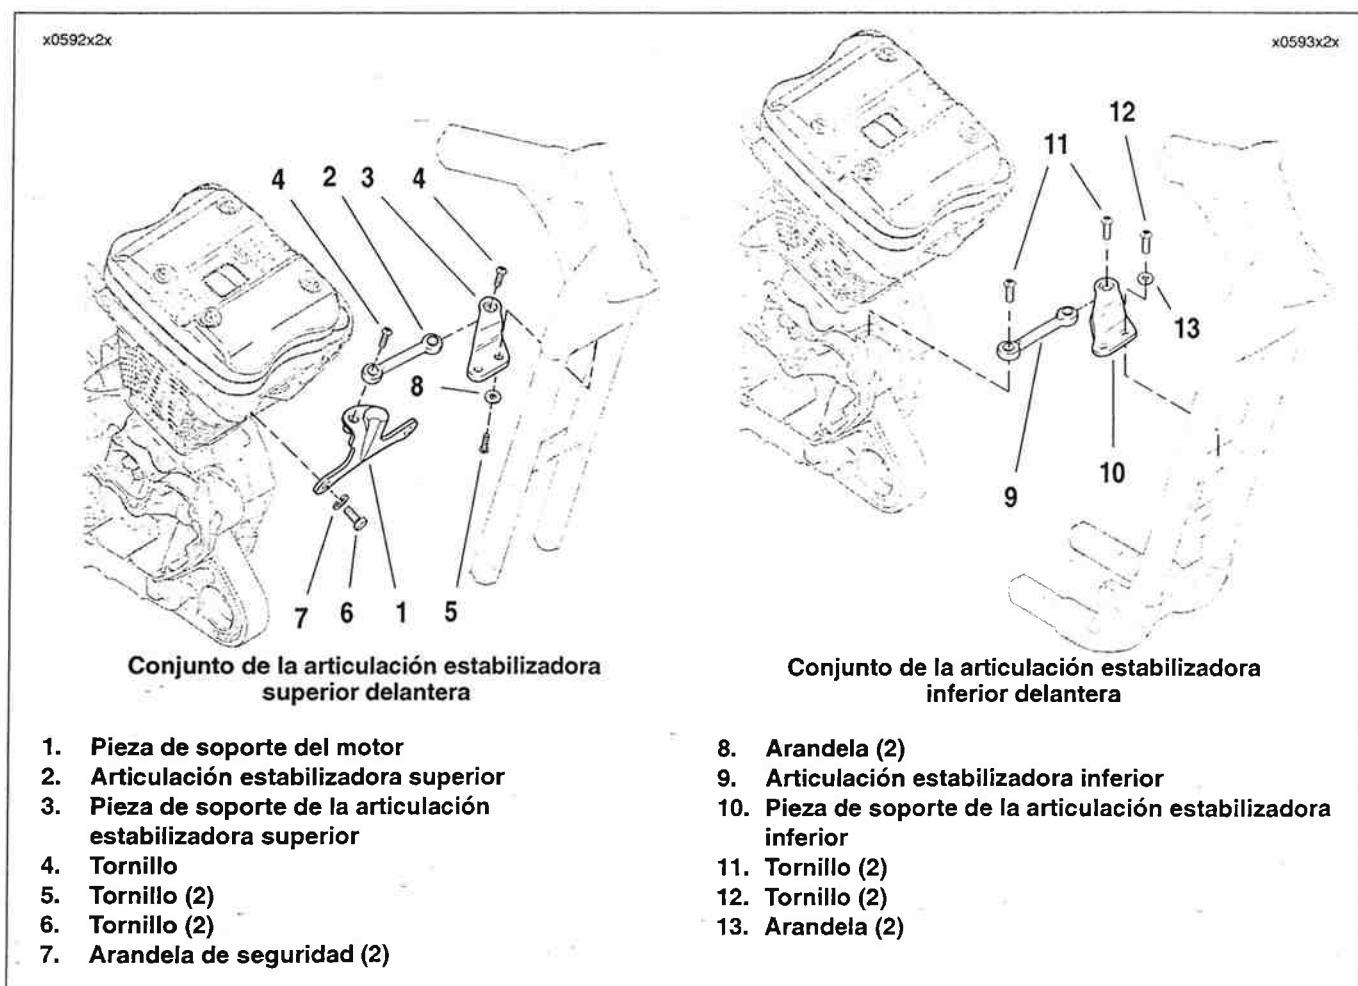

Figura 3-9. Conjuntos de la articulación estabilizadora delantera
25. Vea la Figura 3-9. Quite la articulación estabilizadora superior delantera y la pieza de soporte:
- a. Quite el tornillo (4) que asegura la articulación estabilizadora (2) a la pieza de soporte del motor (1).
- b. Quite los tornillos (5), arandelas (8) y pieza de soporte de la estructura (3) con la articulación estabilizadora.
- a. Quite el tornillo (11) que asegura la articulación estabilizadora (9) al saliente del cárter del motor.
- b. Quite los tornillos (12), arandelas (13) y pieza de soporte de la estructura (10) con la articulación estabilizadora.
18. Vea la Figura 3-9. Instale la articulación estabilizadora inferior delantera y la pieza de soporte:
- a. Instale la pieza de soporte de la estructura (10) con la articulación estabilizadora (9), y asegure con tornillos (12) y arandelas (13). Apriete los tornillos a 33,9-47,5 N·m (25-35 lb-pie).
- b. Instale el tornillo (11) que asegura la articulación estabilizadora al saliente del cárter del motor. Apriete el tornillo a 33,9-47,5 N·m (25-35 lb-pie).
- a. Instale la pieza de soporte de la estructura (3) con la articulación estabilizadora (2), tornillos (5) y arandelas (8). Apriete los tornillos a 33,9-47,5 N·m (25-35 lb-pie).
- b. Instale el tornillo (4) que asegura la articulación estabilizadora a la pieza de soporte del motor (1). Apriete el tornillo a 33,9-47,5 N·m (25-35 lb-pie).